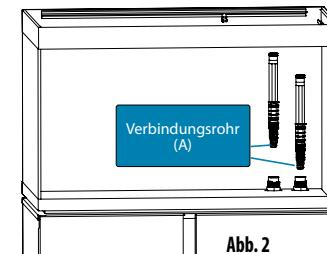

Abb. 2
- Stecken Sie das Verbindungsrohr (A) ganz durch die Öffnung (O), bis es nicht mehr geht (Abb. 2).
- Stecken Sie das zweite Verbindungsrohr (A) ganz durch die Öffnung (I), bis es nicht mehr geht (Abb. 2).